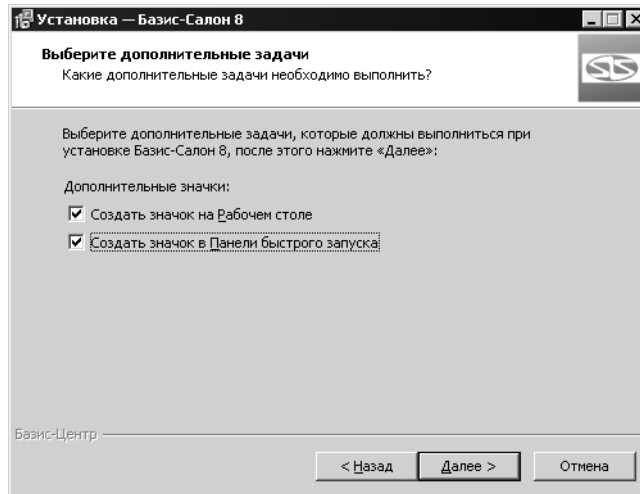

Рис. 1.9.
7. Включите создание необходимых ярлыков для запуска приложения (рис. 1.9).